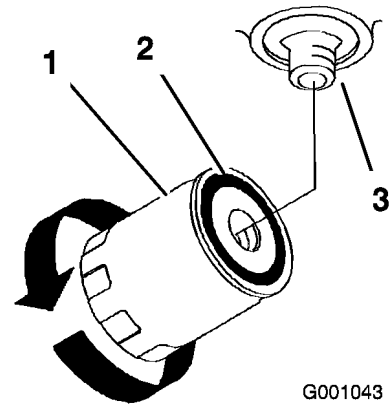

Bild 67
4. Ölen Sie die Gummidichtung am Ersatzfilter leicht mit Frischöl ein (Bild 67).
6. Füllen Sie den Hydraulikbehälter mit Hydraulikflüssigkeit, bis die Flüssigkeit über den Filter läuft. Drehen Sie den Ölfilter dann nach rechts, bis die Gummidichtung den Filteradapter berührt. Ziehen Sie den Filter dann um eine weitere halbe Umdrehung fest (Bild 67).